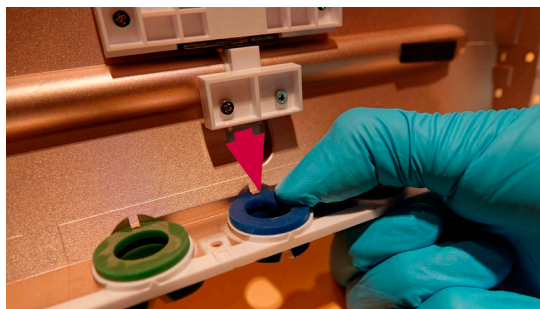

Figur 24 Fargemerkingen på VDI-kortet må stemme med fargeringen
- f) **Kontroller at fargeringen på bakdekselet har samme farge som indikasjonen på VDI-kortet (figur 24)**
Når bakdekselet settes på igjen, må du passe på at de fargede prikkene på VDI-kortene (figur 24) stemmer med fargene på fargeringene der de plasseres.